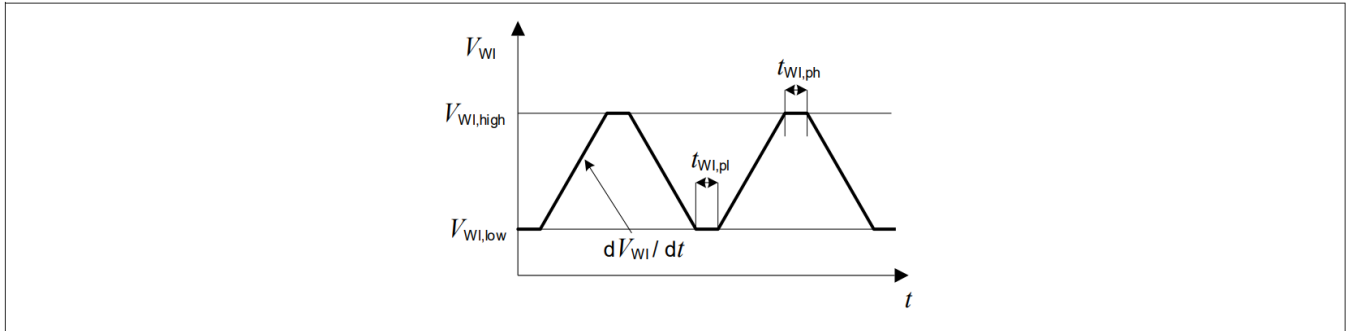

图 9 测试脉冲看门狗输入 WI
看门狗输入 WI 的上升沿触发看门狗。由于集成了高通滤波器，WI 引脚信号的幅度和斜率必须符合看门狗输入 WI中的值。所施加的测试脉冲的详细信息见图 9。
1) 有关所施加测试脉冲的详细信息, 请参见图 9。